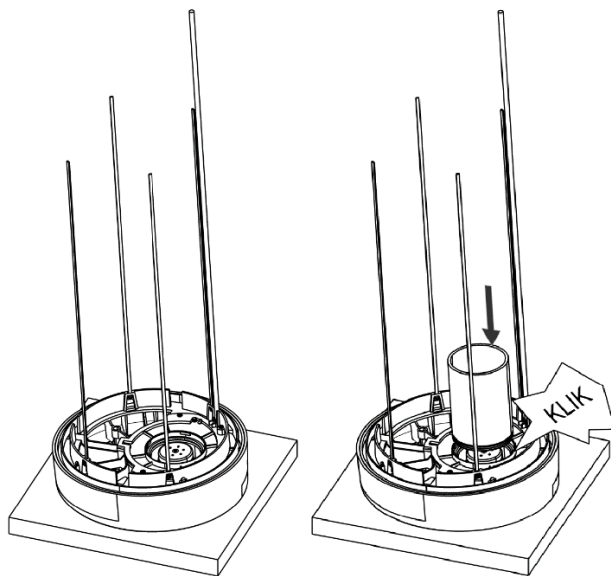

Abbildung 10 - Vorbereitung der Außenkappe mit Ø90-mm-Rohr
1. Die Außenseite der Außenkappe (1) auf ein Stück Karton von der Verpackung auf eine stabile Unterlage legen. Die Außenkappe wird mit vormontierten Kabelbindern geliefert.
2. Das Ø90-mm-Rohr (3) mit der eingefrästen Rille gegen die Innenseite der Kappe drücken, sodass es einrastet. Siehe nachstehende Abbildung 10. Die Isolierung dann über das Ø90-mm-Rohr legen. Es ist wichtig, dass es ganz nach unten zur Kappe geschoben wird.